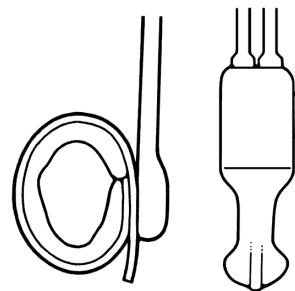

Figura 4-38. Premere e rilasciare il bulbo della pompa
1. Premere e rilasciare ripetutamente il bulbo della pompa, per eliminare tutto il liquido dalla cuffia (**Figura 4-38**).